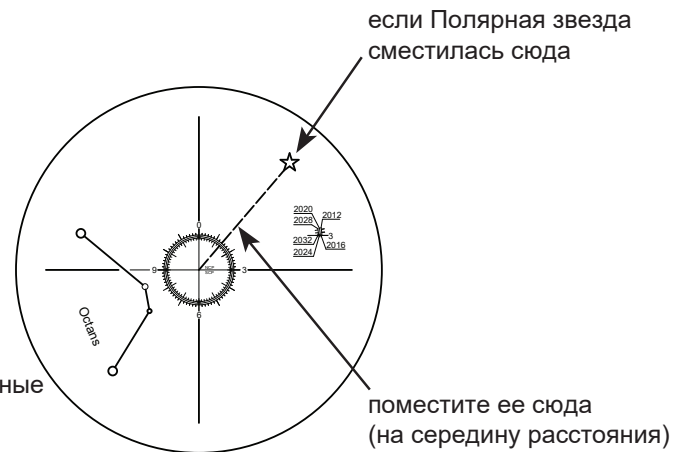

Рис. 3.4b
4. Если положение объекта на сетке изменилось, для устранения отклонения соосности воспользуйтесь шестигранным ключом 1,5 мм, чтобы отрегулировать три маленьких винта с внутренним шестигранником на искателе полюса. как показано на рис. 3.4а и наполовину уменьшить смещение объекта (рис. 3.4b).